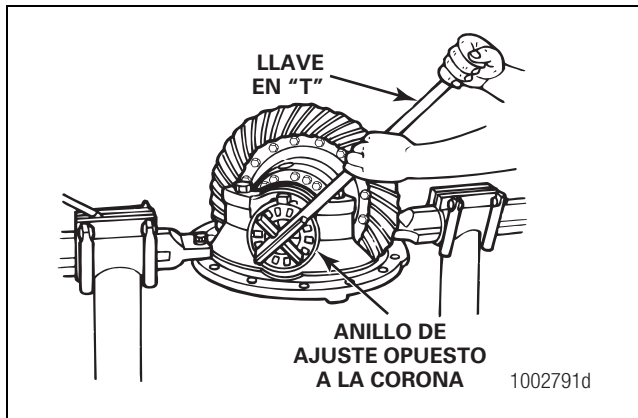

Figura 5.36
2. Use una llave de barra en "T" para aflojar el anillo de ajuste opuesto a la corona. Una pequeña cantidad de juego axial aparecerá en el indicador de esfera. Figura 5.36.
3. Use una barra en "T" para apretar una hendedura cada anillo de ajuste de cojinete. Figura 5.36.